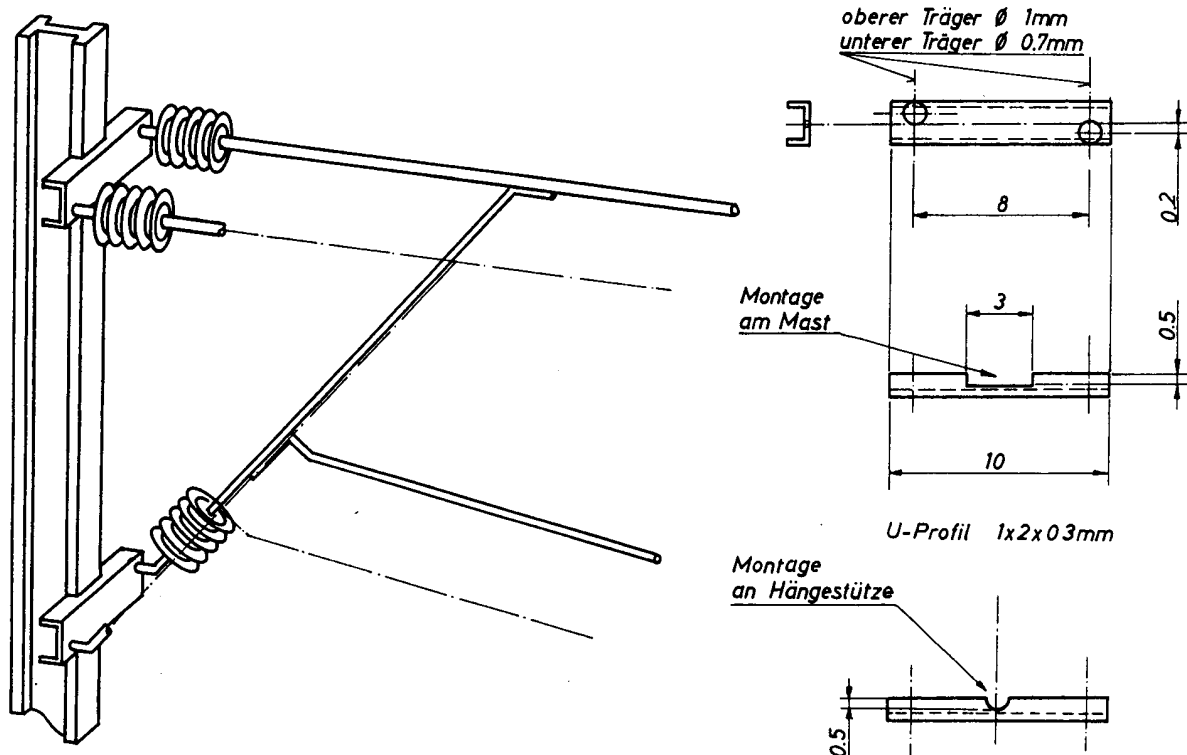

Bild 3.15: Doppelausleger "H" ("G").
Zwei weitere notwendige Ausleger sind im Bild 3.15 dargestellt: die Doppelausleger. Dargestellt ist zwar nur die kurze Version "H". Die Befestigung am Mast bleibt aber für den langen "G"-Ausleger gleich. Benötigt werden sie z.B. bei Nachspannungen, also überall da, wo zwei Fahrdrähte über dem Gleis liegen.
Bild 3.34: Die Einzelteile eines Mastes mit Doppelausleger. Der Mast braucht für diesen Ausleger nicht vorgebohrt werden. Die beiden U-förmigen Auslegerträger (1) werden gemäss Bild 3.15 hergestellt.